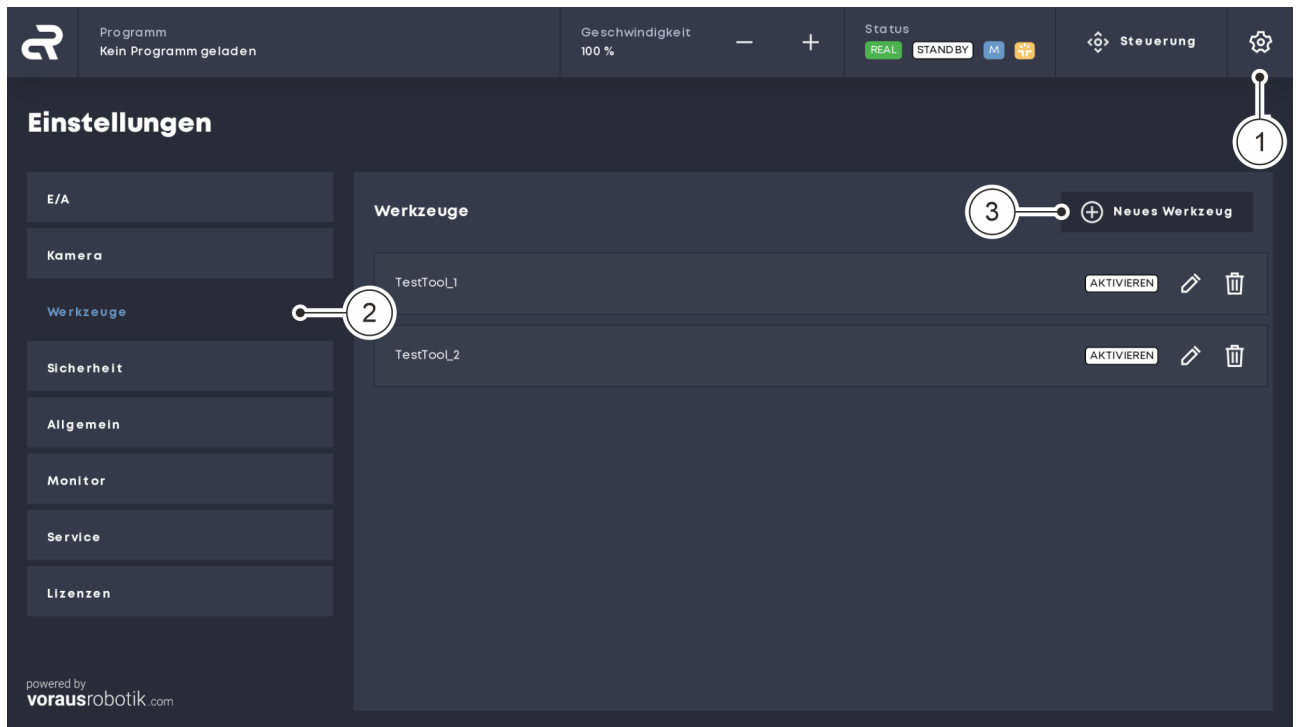

Abb. 19 Menü „Einstellungen“ öffnen
03. In der Navigationsleiste auf das Zahnradsymbol klicken Abb. 19/ ①, um das Menü „Einstellungen“ zu öffnen.
04. Im Menü „Einstellungen“ auf die Schaltfläche „Werkzeuge“ in der linken Registerkarte klicken, um das Fenster der Werkzeugeinstellungen zu öffnen Abb. 19/ ②.
05. Auf die Schaltfläche „Neues Werkzeug“ klicken Abb. 19/ ③.